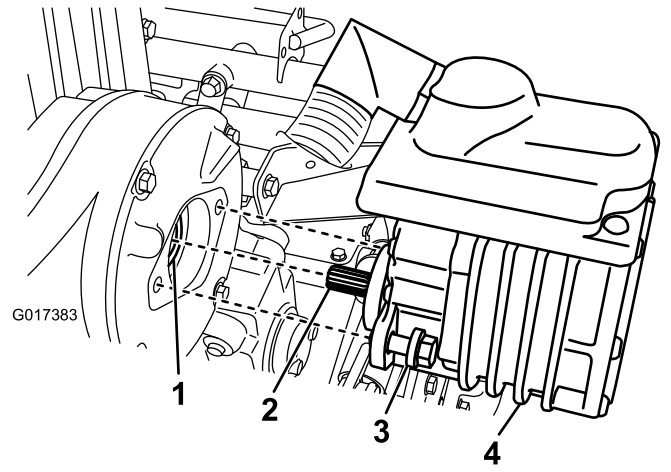

图35
2. 拆下将马达固定到传动装置外壳的 2 颗螺栓（图 35）。
4. 用润滑脂枪向传动装置的凹面泵入一到两次润滑脂（图35）。